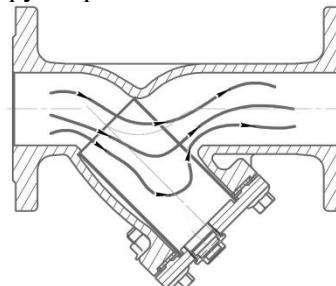

Рисунок 2 – Направление потока среды в соответствии с установкой фильтра.
4.2 Фильтры необходимо устанавливать крышкой вниз на горизонтальном, вертикальном и наклонном трубопроводе. Направление стрелки на корпусе должно совпадать с направлением потока рабочей среды (Рисунок 2). Неверная установка фильтра ведет к ускоренному засорению фильтрующего элемента, что способствует снижению пропускной способности.